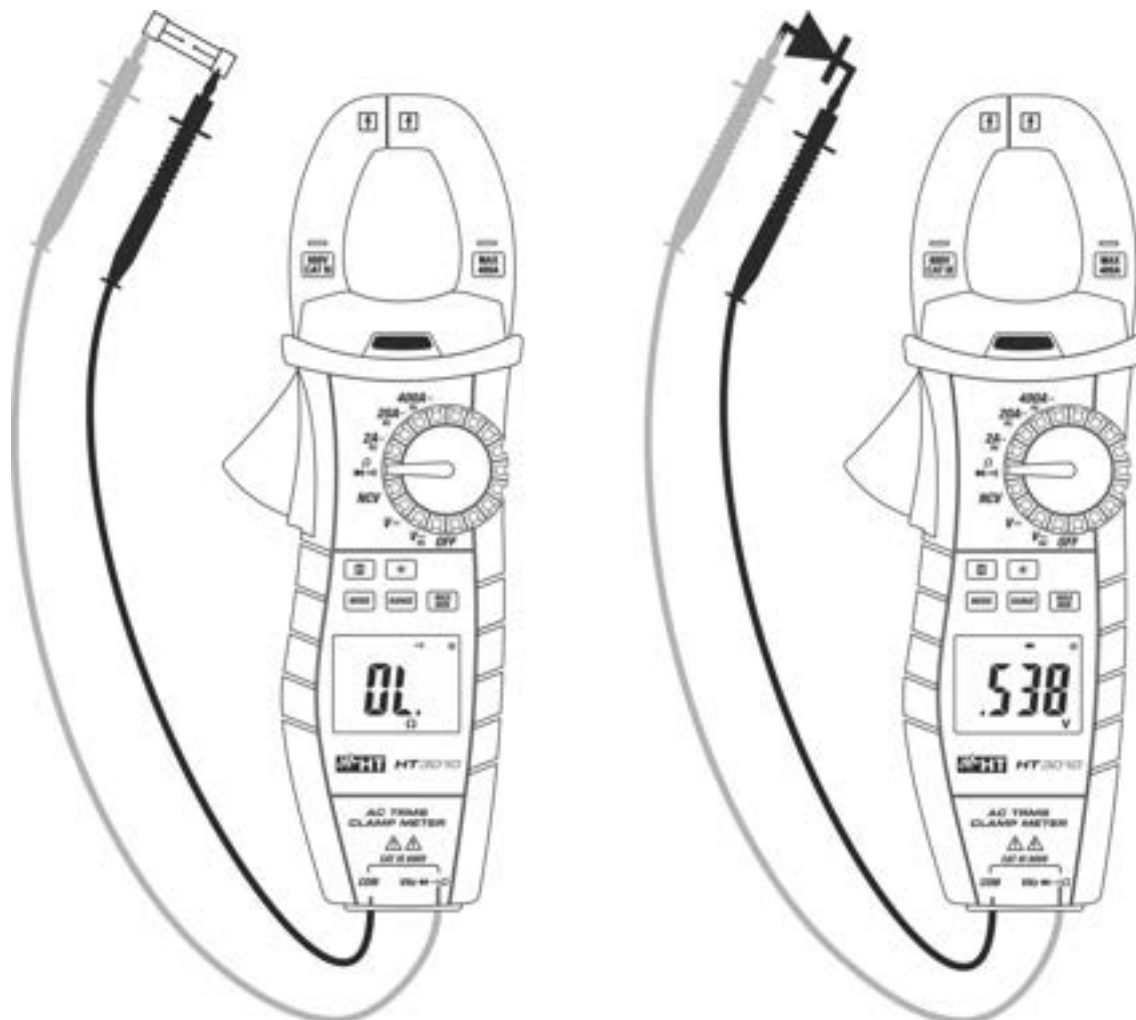

Fig. 7: Utilização da pinça em Testes de Continuidade e Testes de Díodos
3. Inserir o cabo vermelho no terminal de entrada **VΩHz $\rightarrow |$** e o cabo preto no terminal de entrada **COM** e efetuar o teste de continuidade sobre o objeto em teste (ver Fig. 7 – parte esquerda). O indicador sonoro emite um sinal acústico quando o valor da resistência medida é inferior a cerca de 30Ω.
5. Conectar a ponteira vermelha ao ânodo do diodo e a ponteira preta ao cátodo no caso de medição de polarização direta (ver Fig. 7 – parte direita). Inverter a posição das ponteiras no caso de medição de polarização inversa.